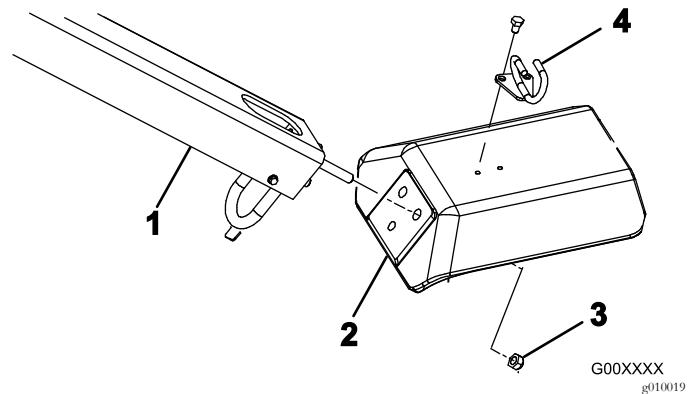

Bild 4
2. Setzen Sie die Befestigungsbolzen für den Griff in die Löcher in der Gabel ein (Bild 4).
3. Befestigen Sie die Griffbolzen mit drei Sicherungsmuttern ($\frac{1}{2}$ "') an der Gabel (Bild 4).
5. Befestigen Sie die Kabelführung mit zwei Kopfschrauben (5/16" x 1/2") an der Gabel (Bild 4).